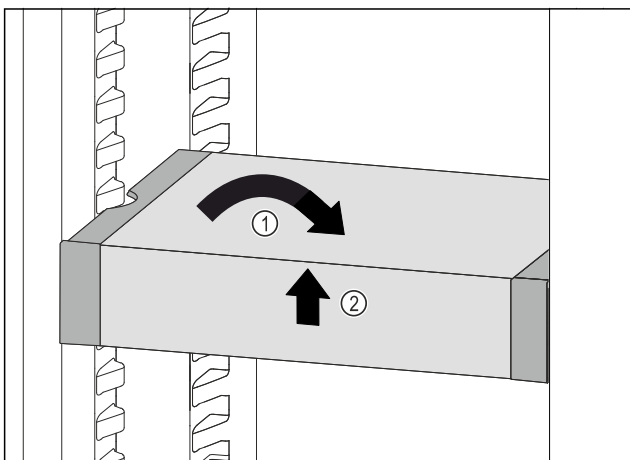

Fig. 134
- ▶ Изправете VarioSafe. Fig. 134 (1)
- ▶ Повдигнете VarioSafe отпред. Fig. 134 (2)